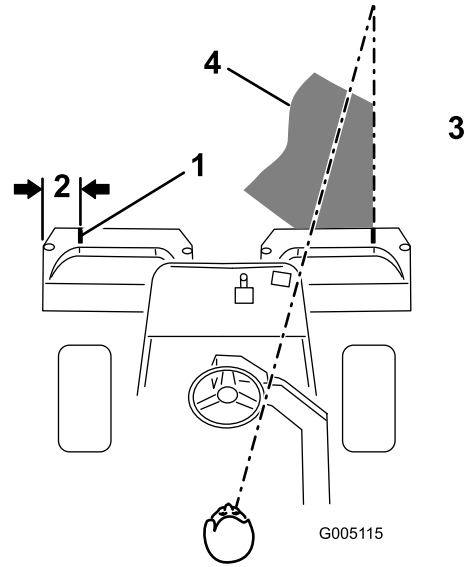
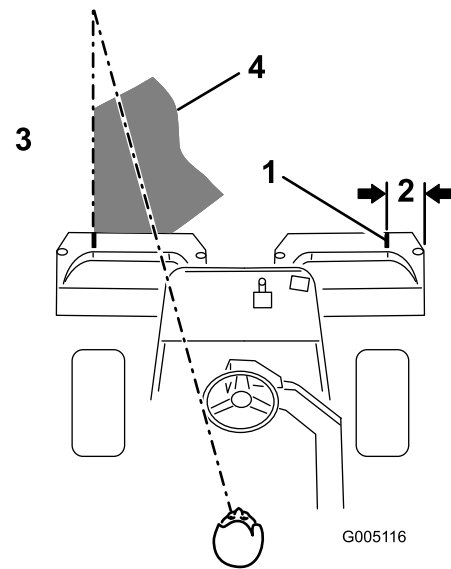

Figure 29
Figure 30
- Placez une bande de papier blanc ou un trait de peinture sur chaque bac parallèlement à son bord extérieur (Figure 29).
Remarque: Pour vous aider à conserver une ligne droite en travers du green et à maintenir la machine à égale distance du bord de la passe précédente, établissez une ligne de vision imaginaire à environ 1,8 à 3 m en avant de la machine jusqu'au bord de la partie non coupée du green (Figure 29 et Figure 30). Certaines personnes trouvent utile de faire passer la ligne de vision par le bord extérieur du volant, c.-à-d. de maintenir le bord du volant aligné avec un point se trouvant toujours à la même distance par rapport à l'avant de la machine.